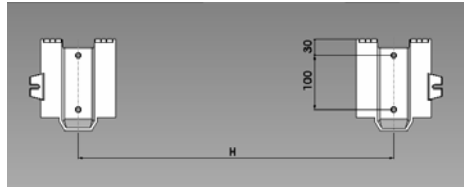
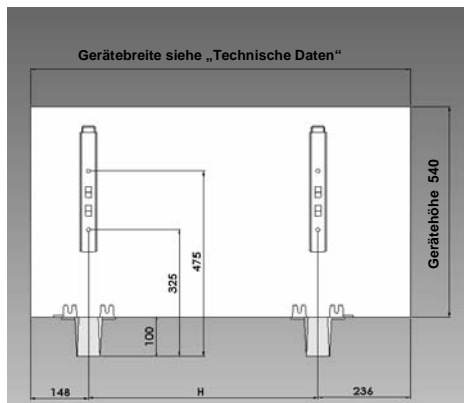

Fig.5 Bodenkonsolen von oben
Fig.7 Kippsicherung / Gerät mit Bodenkonsolen
- Bei Montage auf Bodenkonsolen sind diese zunächst wandbündig auf dem Fußboden oder an der Wand im Abstand „H“ mit einer Toleranz von max. +10mm (Fig.5 - Fig.7, Tabelle 3) mit geeigneten Befestigungsmitteln anzuschrauben (Durchgangslöcher in den Bodenkonsolen 8,5mm), Wandabstände siehe im Abschnitt „Mindestabstände“, Seite 4.
Die gekürzten Wandkonsolen (mit je 2 Schrauben) mittig über den Bodenkonsolen (Fig.7) an der Stellwand mit dem beiliegenden bzw. geeignetem Befestigungsmaterial anbringen (Durchgangslöcher in den Wandkonsolen 10mm).